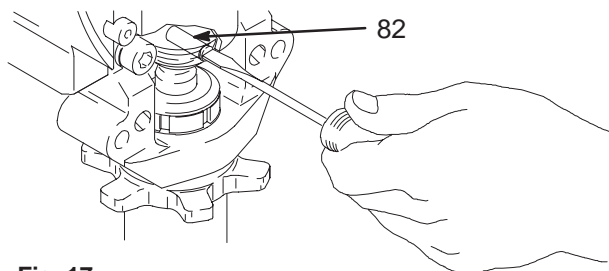

Fig. 17 7675B
5. Fig. 17. Utiliser un tournevis: relever le ressort et sortir la broche (82).
2. Fig. 17. Pousser la broche (82) dans les trous et pousser le ressort d'arrêt dans la gorge tout autour de la tige de connexion.